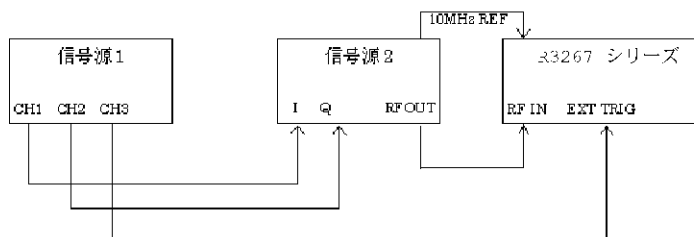

図 6-5 RF 入力 REVERSE Link 測定接続図
1. R3267 シリーズと信号源を図 6-5 のように接続します。